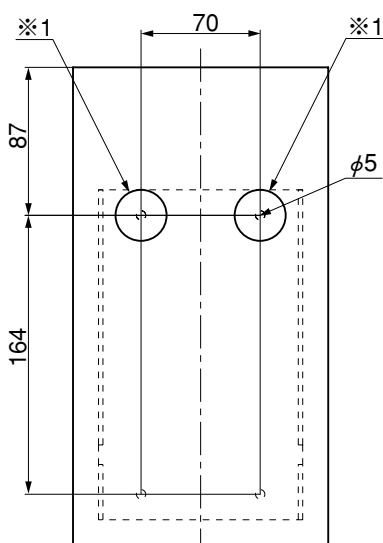
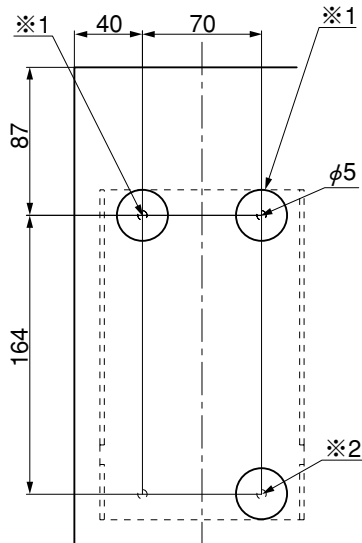

図4-9 桁直線取付けの場合
図4-10 桁コーナー取付けの場合
- ② SAボードに※1に示す箇所に $\phi 5$ の孔を2ヶ所あけてください。(図4-9、図4-10参照)